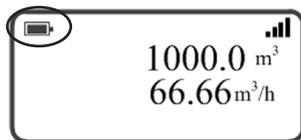

图1-2测量主机电量显示
- (1) 测量主机内置3.6V 10Ah可充电锂电池，使用寿命不低于500个充放电周期。
- (2) 用户可通过测量主机电量符号观察当前的剩余电量，如图1-2所示：